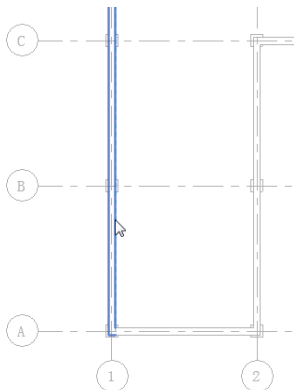

图 10-31 选择边界墙
(3) 单击“绘制”面板中的“边界线”按钮和“拾取墙”按钮（默认状态下，系统会激活这两个按钮），选择边界墙，如图 10-31 所示。